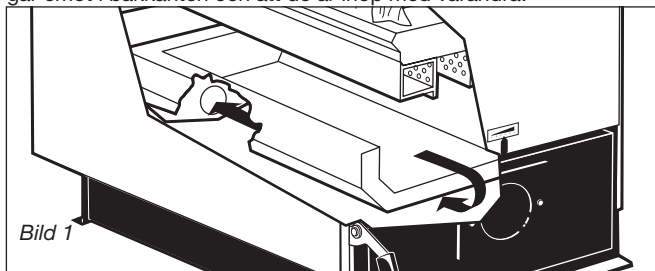

Bild 1
- Nedre keramikråget ska tas ut vid rengöring (bild 1) och askan rakas ut.
Den undre brännkammaren ska rengöras efter ca 5-10 vedpåfyllningar. Detta sker genom att de två undre keramikerna (bild 1) dras ut och askan rakas ur. Därefter sätts de på plats igen. Se till att den går emot i bakkanten och att de är ihop med varandra.